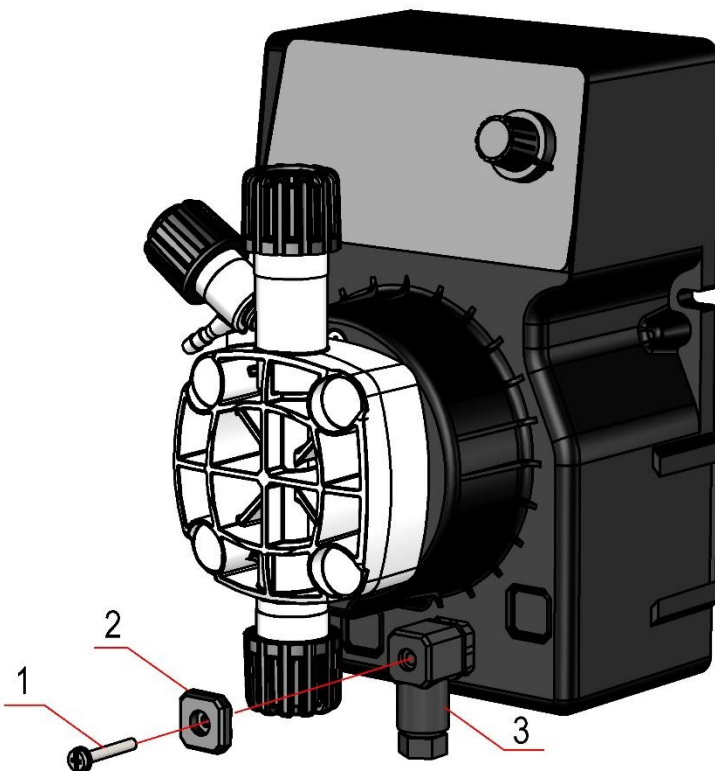
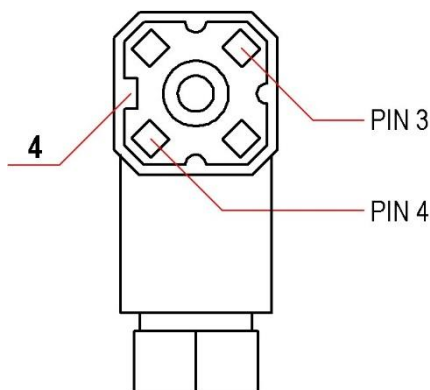

Fig. 9 - Conexão sonda de nível
Fig. 10 – Posicionamento correto do conector para sonda de nível.
Na bomba dosadora há um conector macho para a conexão na entrada de um interruptor de nível (fornecido mediante solicitação). Para conectar esse acessório, agir com uma chave de fenda de ponta plana ou uma chave Phillips no parafuso (1) então remover a tampa (2) ou o conector (3), dependendo da versão, puxando-o na direção da linha vermelha, desacoplando-o do conector macho presente na bomba dosadora (Fig. 9). O plugue do conector (3) deve ser retirado do seu recipiente e girado para que a sua chave (4) fique posicionada como indicado (Fig. 10) para o acoplamento correto com o conector macho correspondente montado na caixa. Para retirar o plugue do conector (3), retirar o parafuso (1) com o auxílio de uma chave de fenda, agir nas duas linguetas presentes no local onde estava presente o parafuso (1) e retirar a peça. Conectar os 2 fios da sonda de nível um ao PIN 3 e o outro ao PIN 4, indiscriminadamente, então remontar o conector (3). Inserir o conector (3) no conector macho correspondente presente na caixa e apertar o parafuso (1).